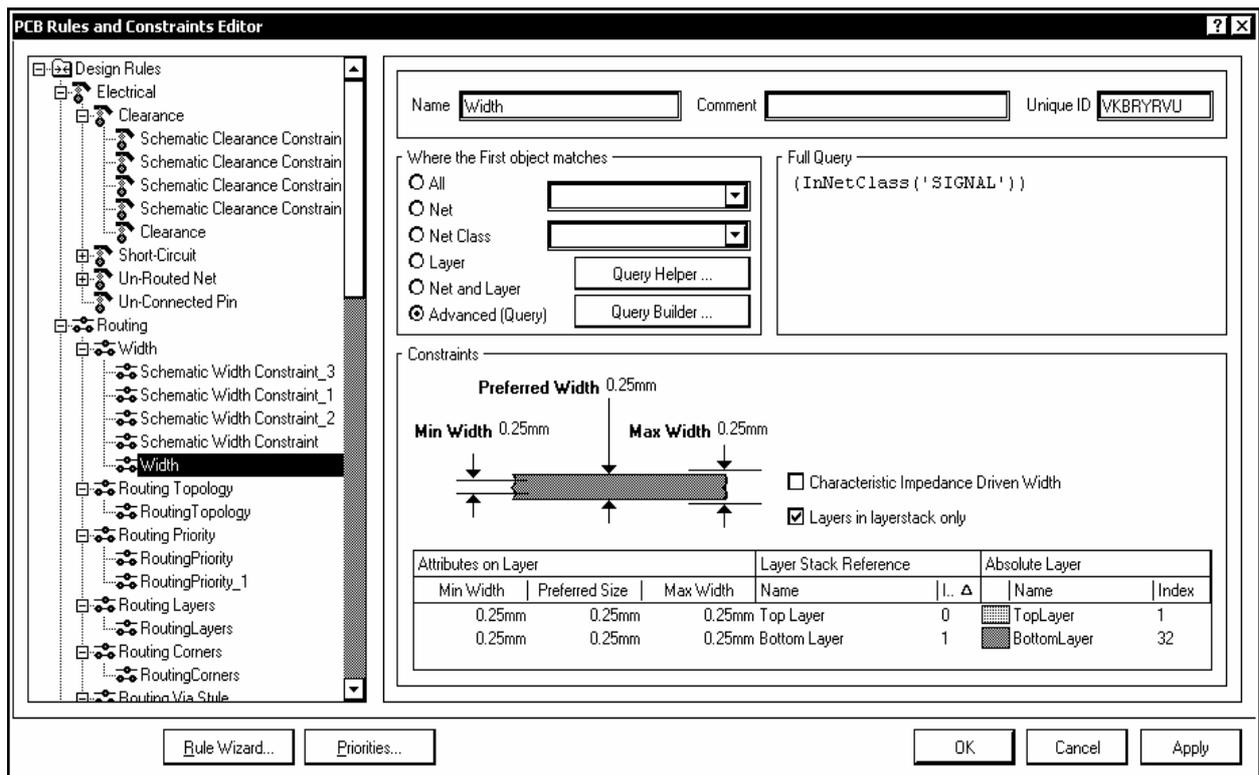
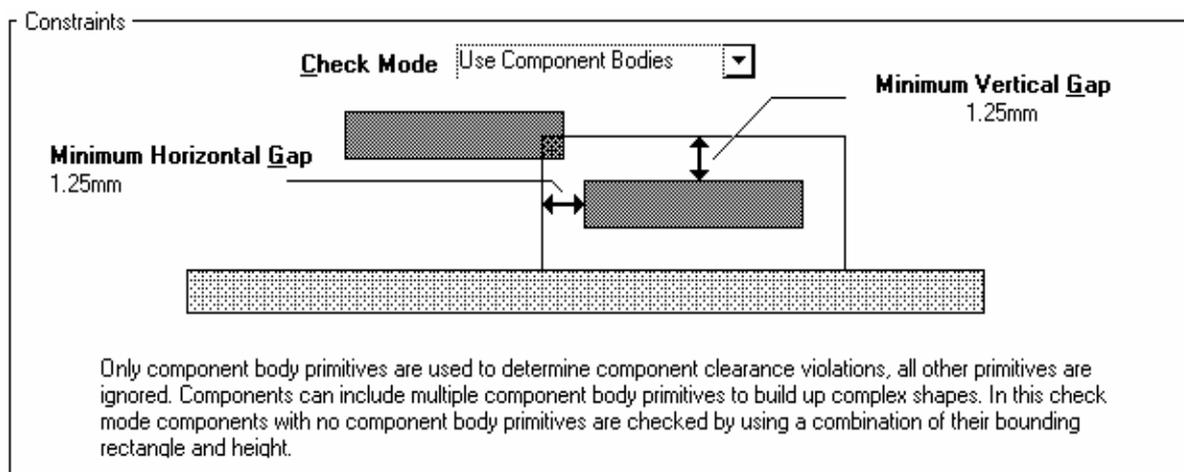
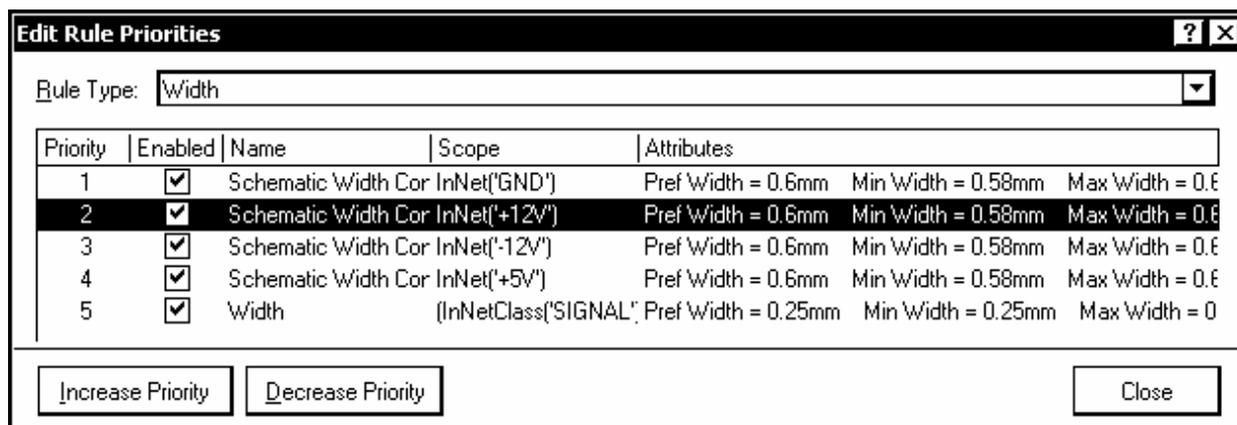
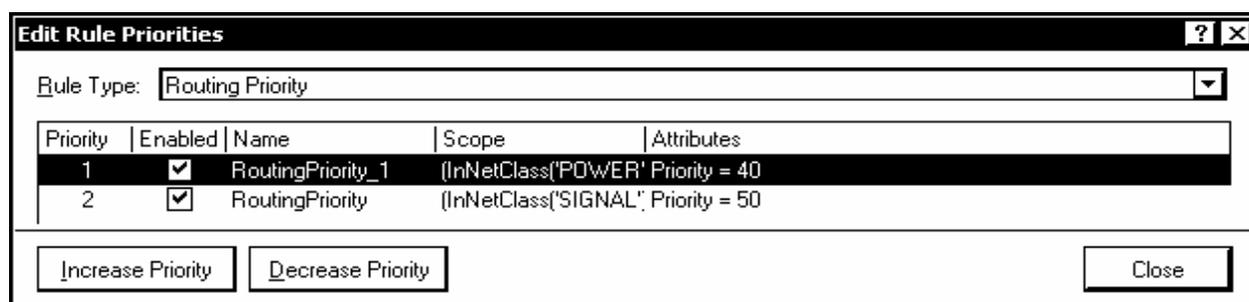

Рис. 6.4
Рис. 6.6
Рис. 6.7
Рис. 6.8
1. Активизируем команду главного меню Design>>Rules. В дереве правил диалогового окна PCB Rules and Constraints Editor (рис. 6.4) можем наблюдать узлы, образованные правилами, настроенными для класса цепей питания и “земли” в среде схемного редактора (см. 5.2.6). Для каждой из четырех цепей ограничения, наложенные на допустимую величину зазоров и допустимую ширину печатных проводников, образуют узлы с именами Schematic Clearance Constraint и Schematic Width Constraint.
2. Выберем курсором в дереве правил один из узлов Schematic Width Constraint. В правой половине окна (рис. 6.4) в поле Constraints отображается эскиз фрагмента печатного проводника с обозначением минимальной, номинальной и максимально допустимой ширины проводника. Ниже отображаются эти же данные в виде таблицы, в которой приведено также цветовое обозначение проводников на сигнальных слоях Top Layer и Bottom Layer.
1. В дереве правил диалогового окна (рис. 6.4) выбрать узел Width – ширина.
8. Щелчком на ОК завершить диалог формирования запросов. В окне настройки правил (рис. 6.4) кнопкой Apply зафиксировать выполненные изменения правил.
В поле *Query Preview* выводится строка *InNetClass('Signal')*. Щелчком на *OK* закроем формирование запросов, и в окне (см. рис. 6.4) зафиксируем настройку кнопкой *Apply* – применить.
Назначим для нашего проекта еще одно правило – ограничение минимально допустимого зазора между корпусами компонентов. Активизируем в дереве правил диалогового окна (рис. 6.4) узел *Placement>>Component Clearance*. В поле *Constraints* изображается диаграмма (рис. 6.6), позволяющая установить необходимые значения зазоров.
При назначении нескольких однородных правил-ограничений, например ширины проводников для разных цепей или классов, программа выстраивает их приоритеты в той последовательности, в которой назначались правила, обозначая приоритет порядковыми номерами начиная с 1. Для изменения приоритета щелчком кнопки *Priorities* в окне на рис. 6.4 активизировать диалог редактирования приоритетов. Откроется диалоговое окно *Edit Rule Priorities* (рис. 6.7).
По-другому устанавливается приоритет правила Routing Priority, которому назначается атрибут Priority непосредственно в правом поле окна на рис. 6.4. Значение атрибута Priority может быть установлено в пределах 0...100 (100 – высший приоритет). При этом кнопкой Priorities обычным образом вызывается окно редактирования приоритетов, в котором правила, как и в первом случае, выстроены по списку с номерами 1, 2 и т. д. и также могут перемещаться вверх или вниз (рис. 6.8).
6. Двойным щелчком левой клавиши выбранное правило вызывается для редактирования. Открывается диалоговое окно с именем Edit PCB Rule – Max-Min Width Rule, фактически повторяющее правое поле окна, приведенного на рис. 6.4. Процедура редактирования правила, рассмотренная на с. 96 – 98, полностью применима в данном случае.
- Use Component Bodies (дословно: использование тела компонента) – правило, распространяющееся на компоненты, имеющие трехмерную модель корпуса: в поле Constraints строится диаграмма (см. рис. 6.6), на которой указывается не только зазор между компонентами на плоскости ПП, но и зазор по высоте.